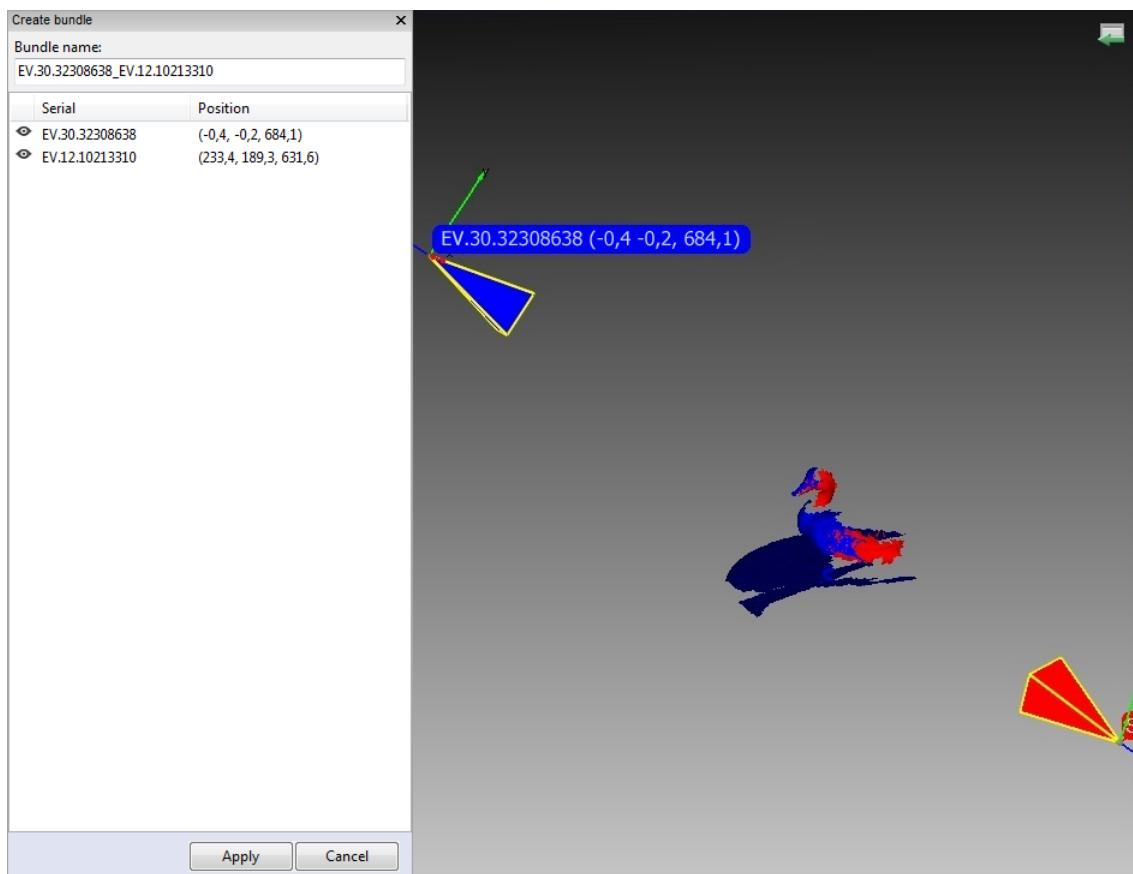

Рис. 9.4: Окно создания бандла
5. Выберите пункт меню *Файл* → *Создать бандл*. В случае если вы забыли предварительно совместить сканы, будет выдано предупреждение. Если все сделано правильно, появится панель создания бандлов (см. Рис. 9.4). В окне *3D* вида отобразятся выбранные сканы, положение и направление обзора камер (отображаются пирамидками соответствующих цветов), серийный номер устройства и координаты камеры. На панели показывается список подключенных устройств и соответствующая им информация.